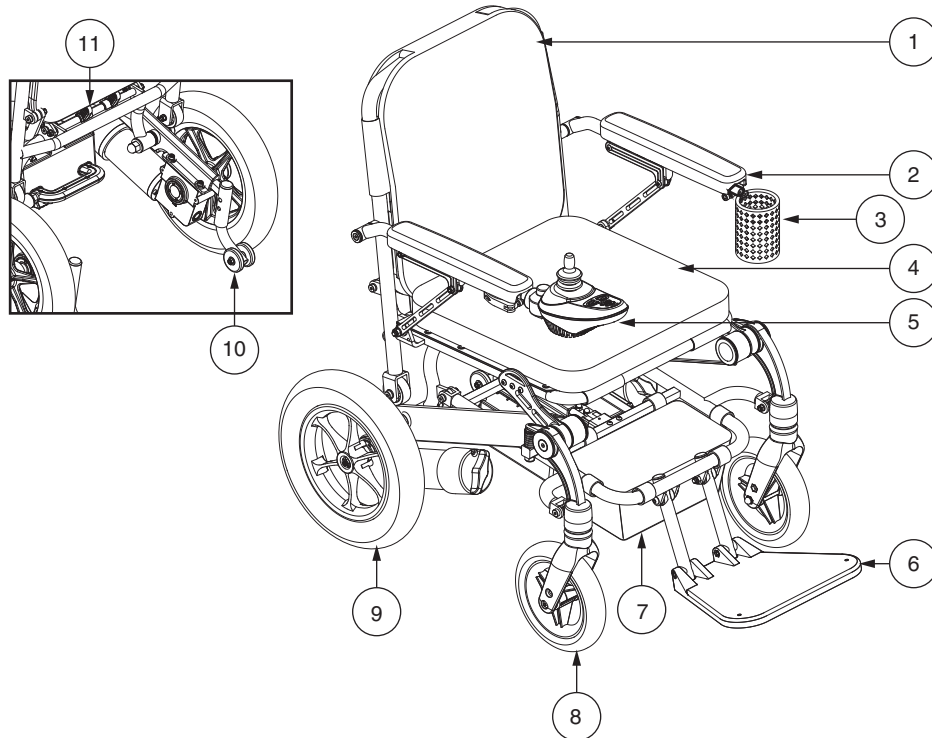

Abb. 1. Der iGo+®
2. Stellen Sie sich auf die Rückseite des Rollstuhls und suchen den Verriegelungsmechanismus. **Siehe Abb. 1.**
1. Stellen Sie sich auf die Rückseite des Rollstuhls und suchen den Verriegelungsmechanismus. **Siehe Abb. 1.**